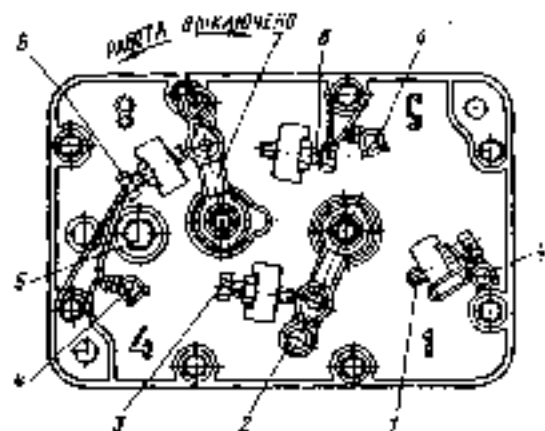

Рис. 44. Топливная насосная
3. Den Steuerhebel 2 (s. Bild 44) gegen die Schraube 1 für Begrenzung der maximalen Drehzahl drücken und die Drehzahl der Pumpenwelle prüfen, bei der der Regler die Regelstange zu versetzen beginnt. Der Regler soll die Regelstange bei (1350±15) min⁻¹ der Pumpenwelle zu versetzen beginnen. Die Einstellung erfolgt mit der Schraube 1.
5. Prüfen, ob die Kraftstoffzufuhr abgeschaltet wird, wenn der Steuerhebel des Reglers gegen die Schraube 3 stößt (s. Bild 44). Die Kraftstoffzufuhr soll bei 350 ... 400 min⁻¹ abgeschaltet werden. Die Einstellung erfolgt mit der Schraube 3.
Drehzahl mit der Schraube 3 (s. Bild 44) eingestellt, diese Drehzahl darf nicht 600 min^{-1} übersteigen.